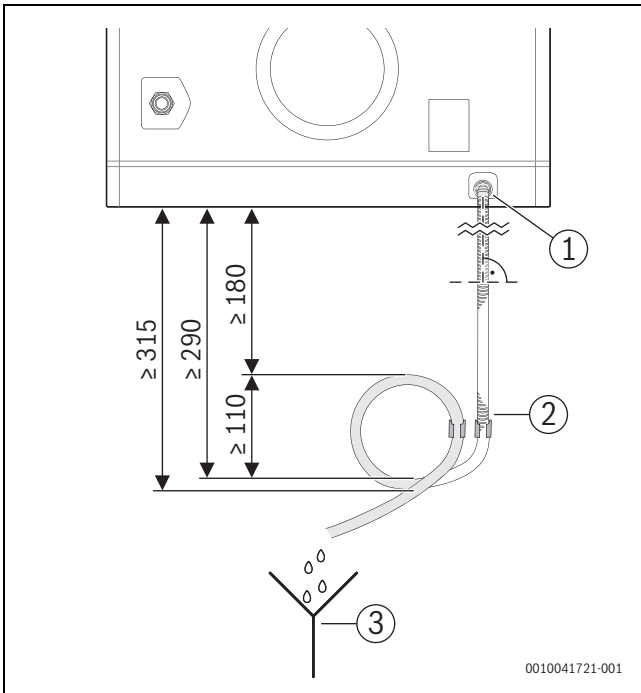

Bild 9 Siphon
- ▶ Schlauchhalter an geeigneter Stelle zwischen Gerät und Hauptsiphon anbringen. Siphon senkrecht montieren. Sperrhöhen gemäß Bild 9 beachten.